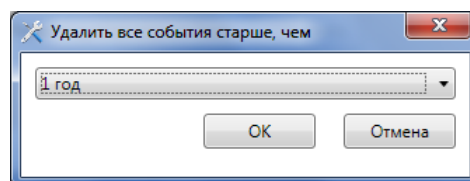

Рис. 7.7. Удаление старых событий
- В открывшемся окне *Удалить все события старше, чем...* (Рис. 7.7) выберите необходимый период и нажмите кнопку *ОК*.